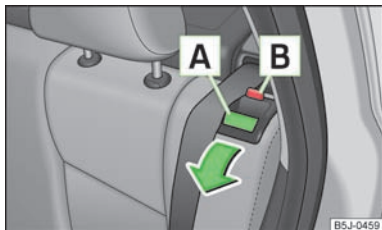

Fig. 39
- Premir o botão de segurança **A** » Fig. 39 para desbloquear o encosto do banco e incliná-lo para a frente.